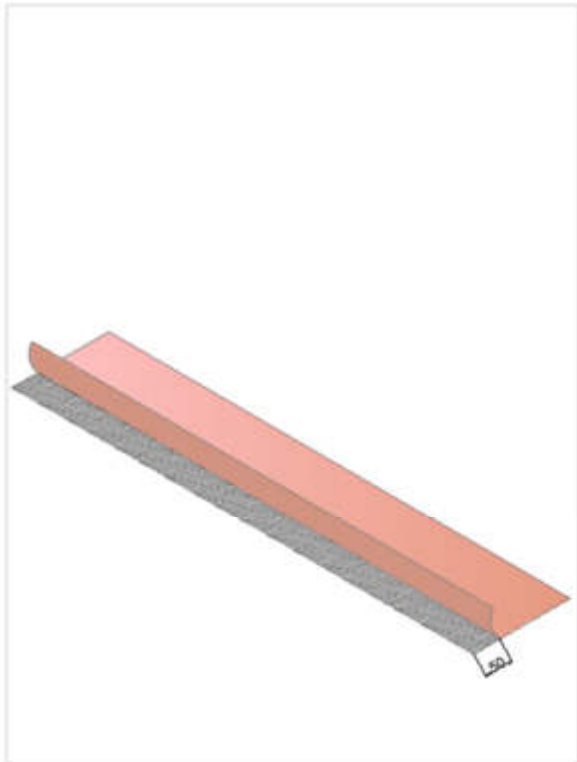

Figura 3
- Una vez que esté satisfecho con la colocación, despegue el revestimiento antiadherente de uno de los bordes largos hasta 50 mm (figura 3).